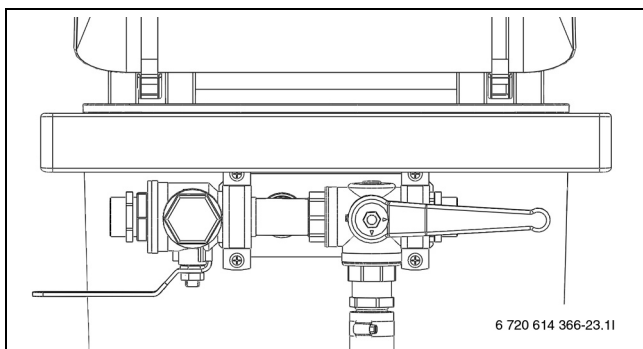

Bild 39 Påfyllnadsstation i påfyllningsläge
- Vrid ventilerna på påfyllnadsstationen till påfyllningsläge och fyll kretsen med köldbärarvätska (→ Bild 39).